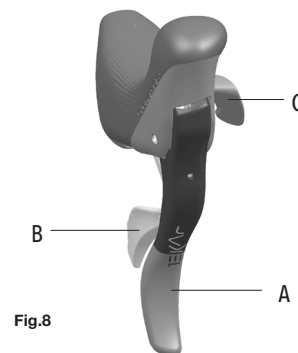

Fig.8
- La leva B (**Fig. 8**) del comando destro agisce sul cambio facendo salire la catena sul pignone superiore.
- È possibile spostare la leva B (**Fig. 8**) di più click consecutivi per far salire (al massimo di 3 pignoni) la catena con un solo movimento.
- La leva C (**Fig. 8**) del comando destro agisce sul cambio facendo scendere la catena sul pignone inferiore.